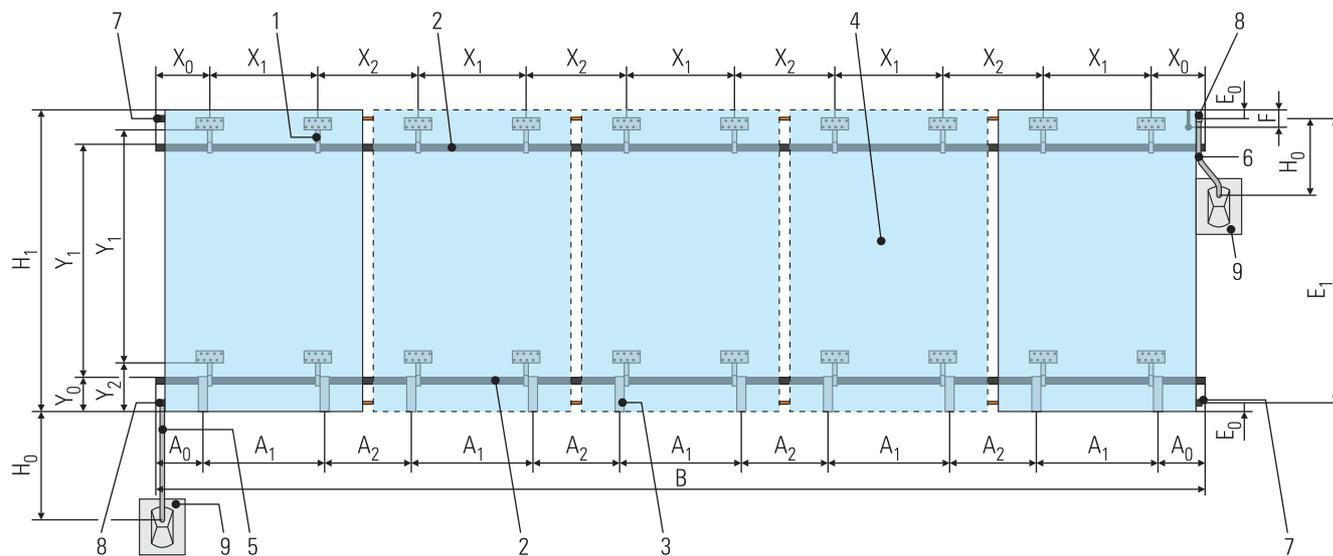
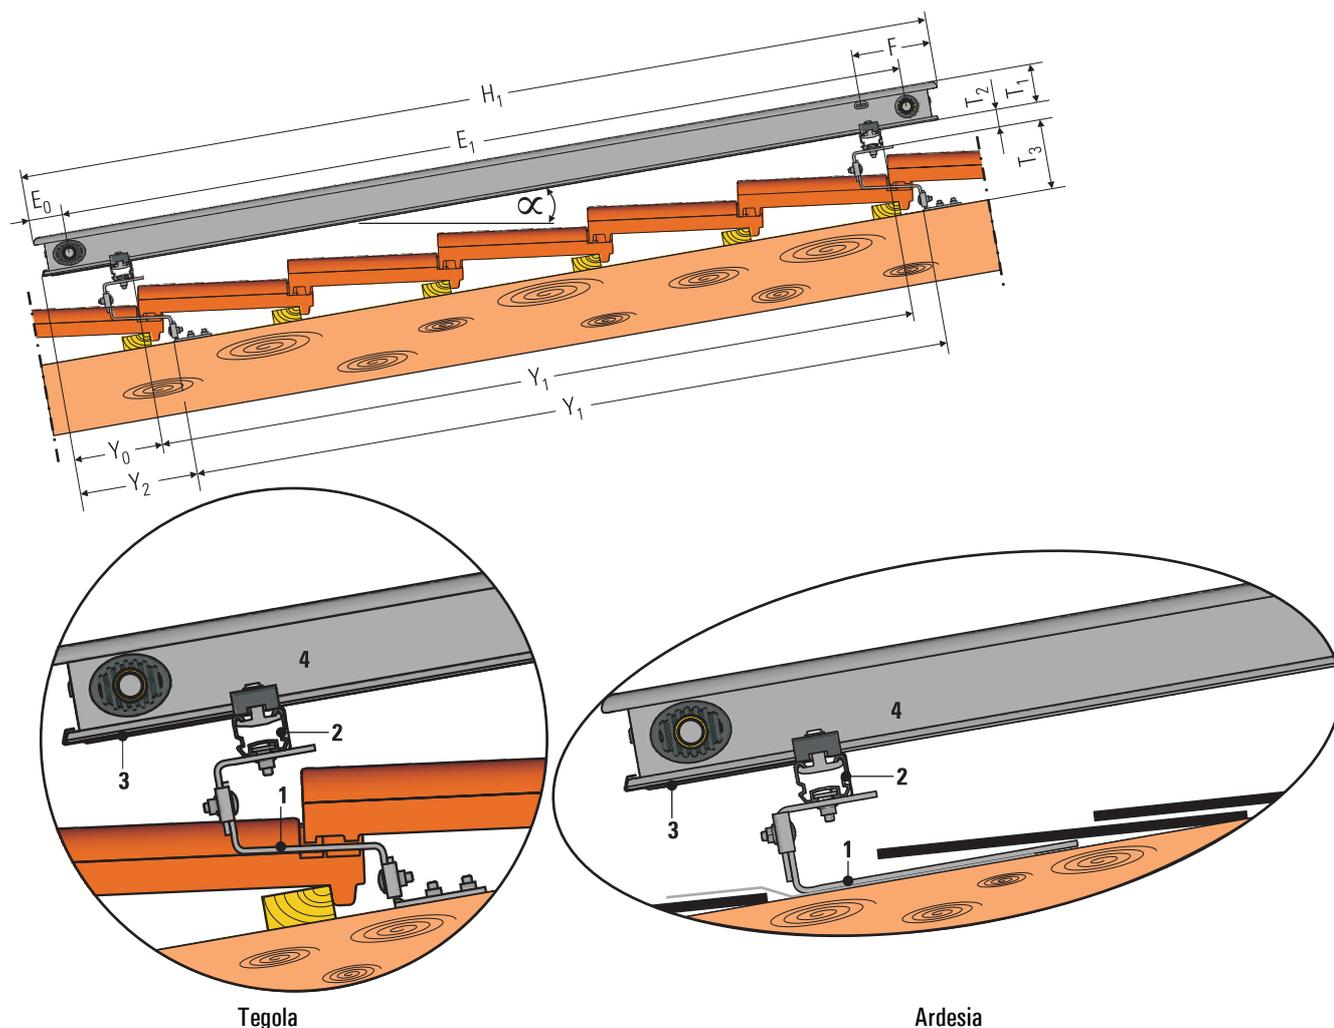

Figura 3-5 Dimensione principale di un campo di collettori Solaris per il montaggio su tetto (nel disegno, collettore V26P)
Figura 3-6 Vista laterale di un collettore Solaris montato su tetto
Le misure principali del campo di collettori Solaris (come da Figura 3-5 e Figura 3-6) sono riassunte nella Tab. 3-2.
- Preparare la lamiera di copertura come da Figura 3-6 (verificare che le dimensioni siano sufficienti).